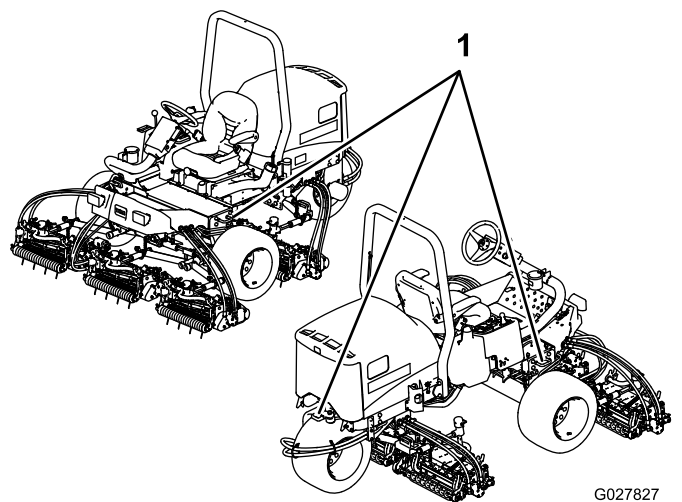

Figura 39
5. Utilizzate gli anelli di ancoraggio metallici sulla macchina per fissare saldamente la macchina al rimorchio o all'autocarro per mezzo di cinghie, catene, cavi o corde (Figura 39).